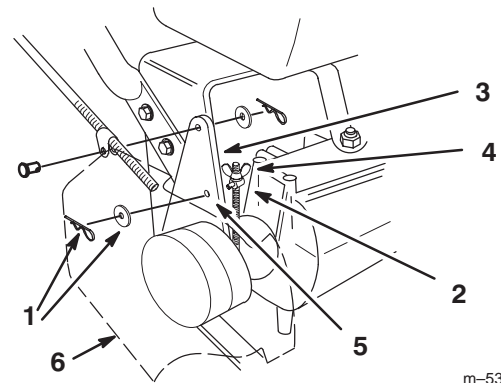

Bild 35
3. Entfernen Sie zum Einstellen der Bremse den Splint und die Scheibe vom Bremshebel (Bild 35).
4. Drehen Sie den Drehzapfen so, dass er glatt in das Loch "F" (Bild 35) am Bremshebel gleitet. Ziehen Sie die Flügelmutter fest.
5. Sichern Sie den Drehzapfen mit einer Scheibe und einem Splint am Bremshebel ab (Bild 35).